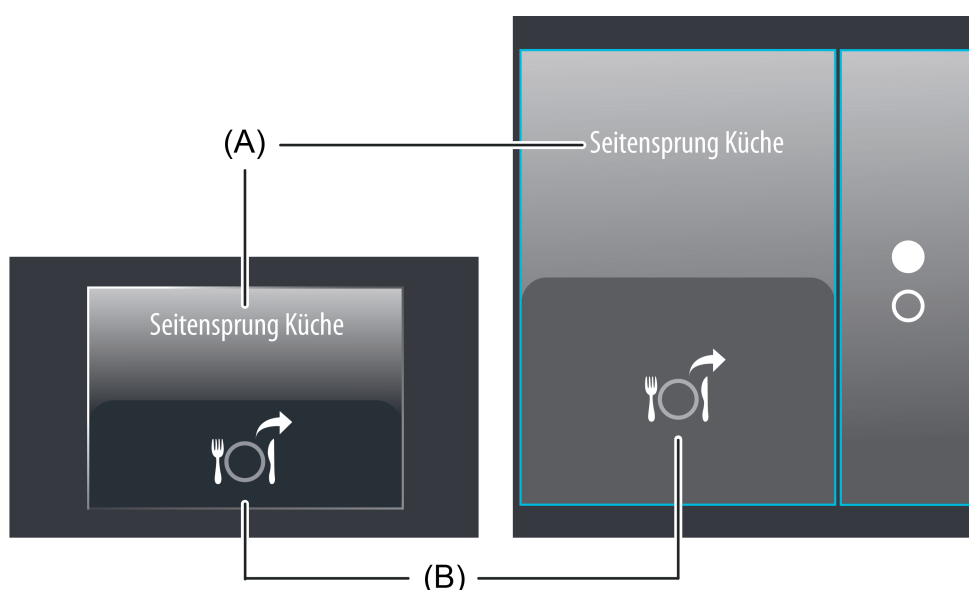

Bild 43: Beispiel für Bedienelement der Funktion "Interner Seitenaufruf"
Der Anzeigebereich enthält verschiedene Darstellungselemente (Bild 43), die durch Parameter beeinflusst werden. Jeder KNX Funktion kann in der Konfigurationssoftware eine Bezeichnung vergeben werden (A). Diese Text-Bezeichnung wird im Anzeigeelement zentriert zur Anzeige gebracht, wodurch steuerbare Funktionen für den Anwender kenntlich gemacht werden (z. B. "Seitensprung Küche").